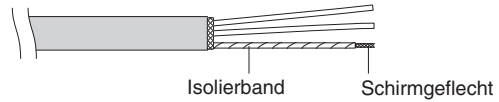

Abb. 4-10
- (2) Den Geflechtschirm vorsichtig entflechten und die entflechteten Schirmdrähte eng in eine Leitungsader verdrillen. Die Schirmdrähte nach ausreichend engem Verdrillen mit einem Isolierschlauch versehen oder mit Isolierband umwickeln. (Abb. 4-10)